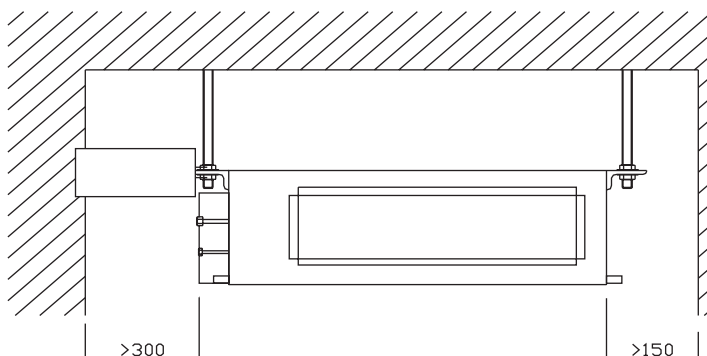

Рисунок 8.10- Размещение блока канального типа
- Расстояния от боковой поверхности блока со стороны подключения до ближайшей стены должно быть не менее 300 мм (рис.8.10)